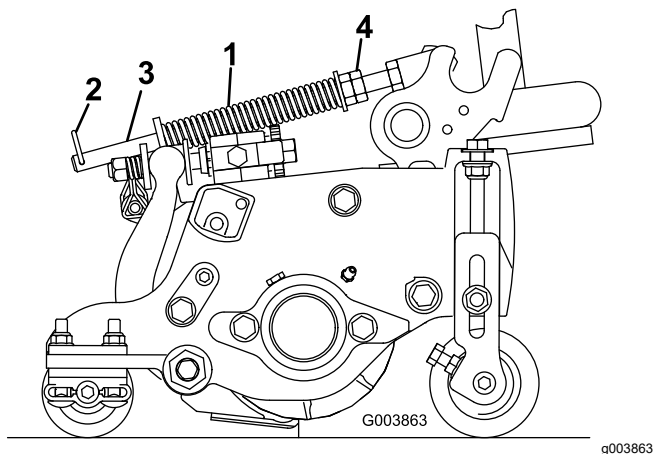

図 50
1. スプリングロッドの後の穴にヘアピンが差し込まれていることを確認してください 図 50。
2. スプリングロッド前部の六角ナットを締めて、スプリング圧縮状態の長さが159 mmになるようにする 図 50を参照。